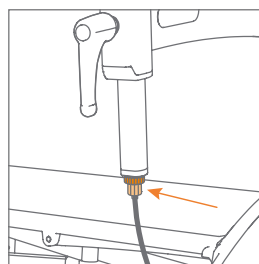

Abbildung 77: Bremseneinstellung über die Einstellschraube, direkt unter dem Sperrring.
- b. Lösen Sie zunächst den Sperrring (ziehen Sie das Kabel nach unten, um es zu erleichtern). Dadurch haben Sie Platz, um die Schraube darunter einzustellen (**Abbildung 77**).